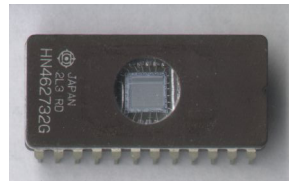
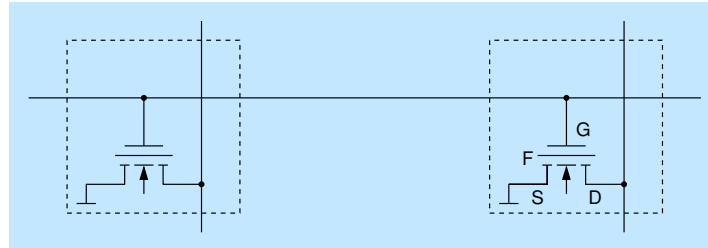

Abbildung 10: EPROM
Abbildung 11: Speicherzellen im EPROM, falls Floating Gate (F) negativ aufgeladen: 1; sonst: 0
4.4.3.3 EPROM Im Entwicklungslabor braucht man ein ROM, das man mehrfach verwenden kann. Dazu wurde das EPROM entwickelt. Man kann es mit Hilfe harter UV-Strahlung löschen: Das EPROM wird in ein spezielles Löschgerät gelegt und mehrere Minuten bestrahlt. Das EPROM hat auf der Gehäuseoberseite ein Fenster, durch das die Strahlung direkt auf den Chip treffen kann (Abbildung 10). Beim Umgang mit dem Löschgerät muss man vorsichtig sein, da die verwendete Strahlung Haut und Augen dauerhaft schädigen kann. EPROMs benutzen eine andere Technik als PROMs; bei EPROMs ist jede Speicherzelle durch einen Floating-Gate-MOSFET realisiert ¹ (Abbildung 11).